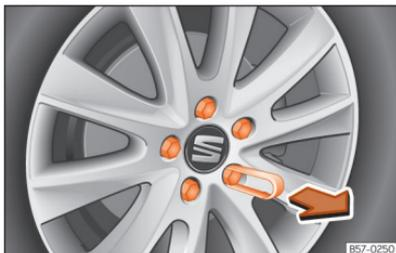

Abb. 251 Rad: Radschrauben mit Deckel.
- Schieben Sie die Kunststoffklammer (Bordwerkzeug »» (Abb. 219)) so weit auf die Abdeckkappe, bis sie einrastet »» (Abb. 251).